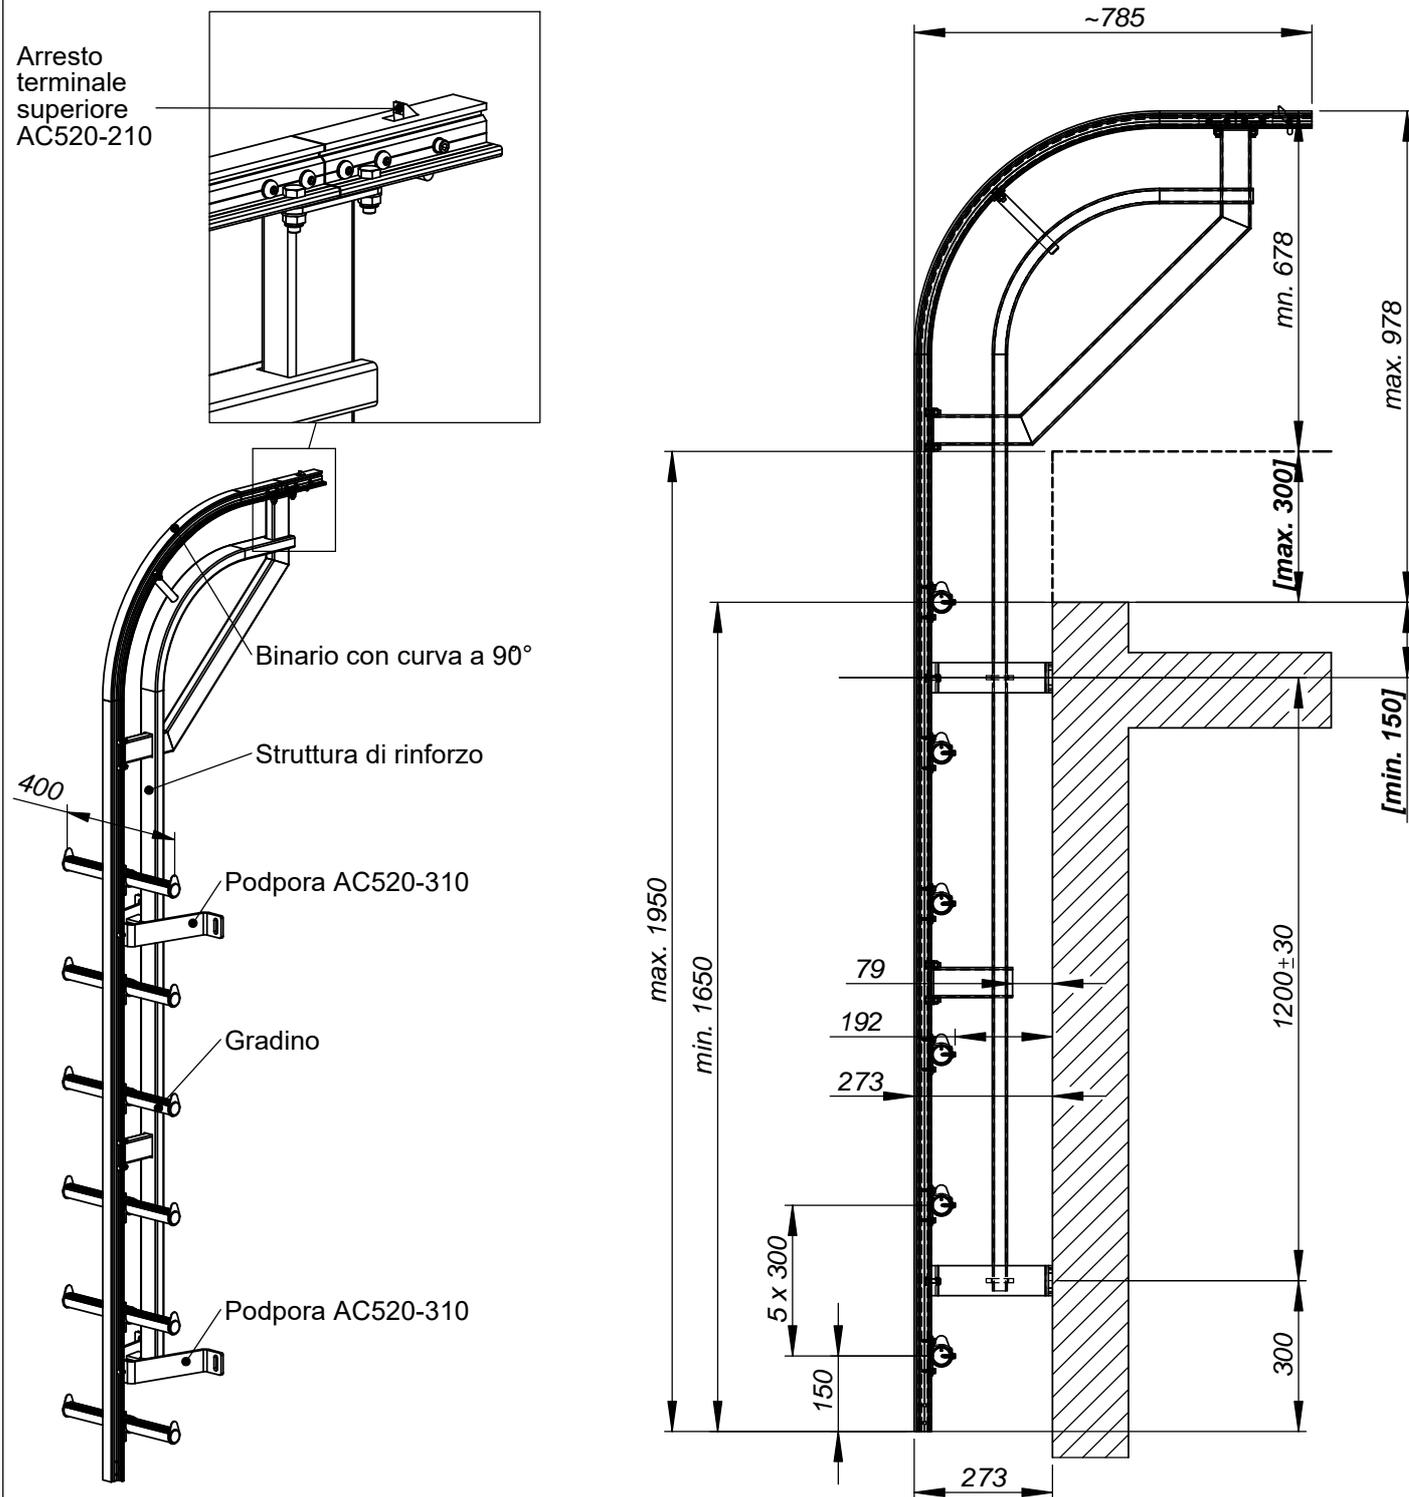

Fig. 5.1.2 AC520-110 Segmento dritto della scala per uscita sul tetto con curva (struttura, componenti, dimensioni base).
5.1.2. AC520-120 - SEGMENTO DELLA SCALA - USCITA SUL TETTO CON CURVA (Fig. 5.1.2)